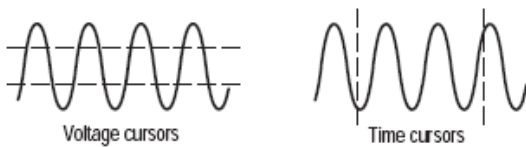

Figura 7: Tipos de cursor
- Cursores (*Cursor*): seleciona o tipo de cursor (tensão, tempo ou desligados), a origem (canal CH1 ou CH2) e cursores 1 e 2 (posição de cada cursor). Se o cursor é de tensão, a referência é o terra (GND, 0V). Se o cursor é de tempo, a referência é o ponto de *trigger*. A Figura 7 apresenta os tipos de cursor. Utilize as Teclas de múltipla função para selecionar as opções desejadas (canal, tipo).